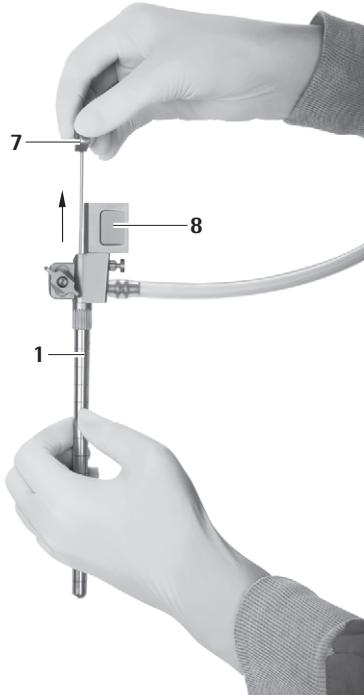

Fig. 9
- Træk forsigtigt obturatoren til den ovale arbejdskanal **7** ud af MINOP InVent-trokaren **1**, se Fig. 9.